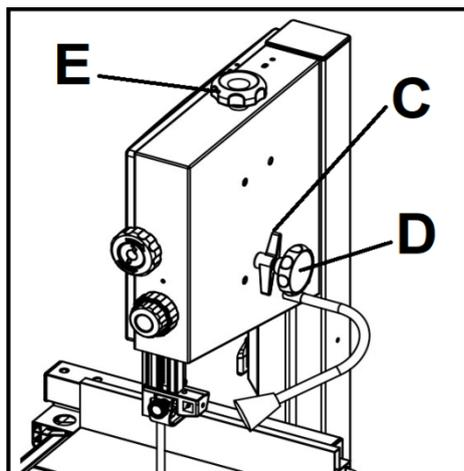

Рисунок 14
Поверните ручку регулировки (D, Рис. 14) по часовой стрелке или против часовой стрелки до тех пор, пока пыльная лента не будет двигаться по центру резинового обода.
После регулировки снова затяните ручку фиксатора регулировки хода (C, Рис. 14) и закройте крышку.
МЕДЛЕННО поверните ручку регулировки хода (D, Рис. 14), одновременно вращая верхний шкив. Поворот ручки регулировки хода по часовой стрелке (если смотреть с задней стороны станка) приведет к тому, что пыльная лента будет смещаться в направлении задней части станка; поворот ручки против часовой стрелки приведет к тому, что лента будет смещаться в направлении передней части станка.
- Поворачивая ручку регулировки (E, Рис. 14) по часовой стрелке, можно увеличить натяжение пыльной ленты.
- Поворачивая ручку регулировки (E, Рис. 14) против часовой стрелки, можно ослабить натяжение пыльной ленты.